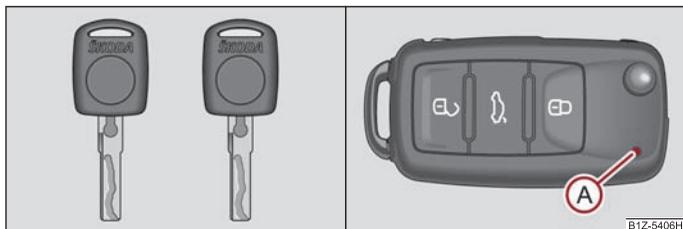
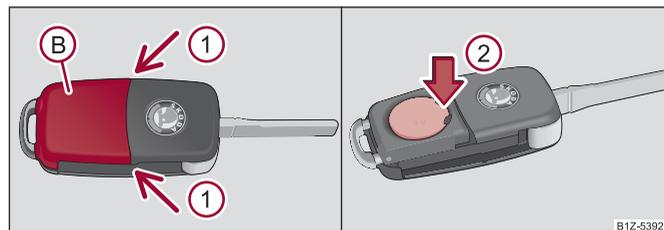

Fig. 22 Jeu de clés sans télécommande / Jeu de clé avec clé à radiocommande
Fig. 23 Clé à radiocommande - enlever le couvercle / sortir la pile
Deux clés sont livrées avec le véhicule. Selon l'équipement, votre véhicule peut être doté de clés sans radiocommande ⇒ fig. 22 - à gauche ou d'une radiocommande* ⇒ fig. 22 - à droite.
Chaque clé à radiocommande possède une pile placée sous le couvercle **B** ⇒ fig. 23. Lorsque la pile est déchargée, le témoin de contrôle rouge **A** ⇒ fig. 22 ne clignote pas après avoir appuyé sur une touche de la télécommande. Remplacez la pile comme suit:
- Tirez prudemment sur le couvercle de la pile au niveau des flèches **1** ⇒ fig. 23.
- En poussant la pile vers le bas, au niveau de la flèche **2**, vous pouvez sortir la pile déchargée de la clé ⇒ fig. 23.